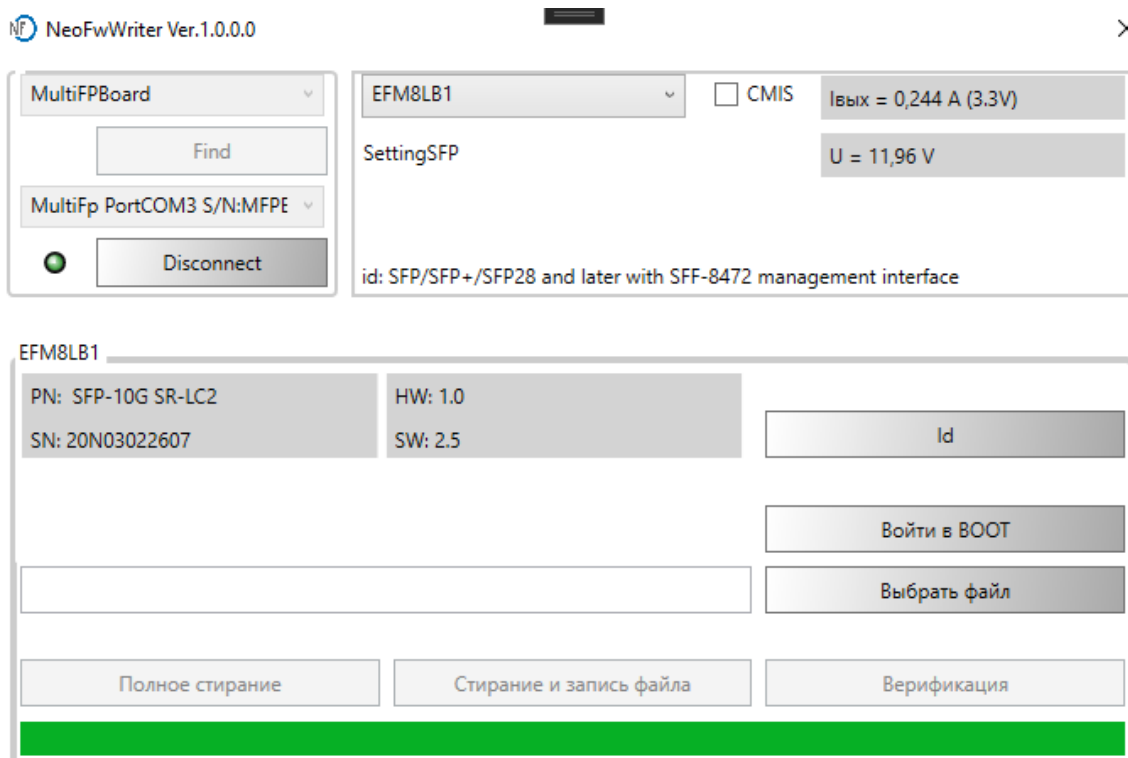

Рисунок 5. Чтение информации о трансивере
3.2.2. Нажмите кнопку ID. Поля 'PN', 'SN' и версии 'HW'/'SW' заполнятся информацией (Рисунок 5). Если информация не отображается, то возможно приемопередатчик не содержит в прошивки.